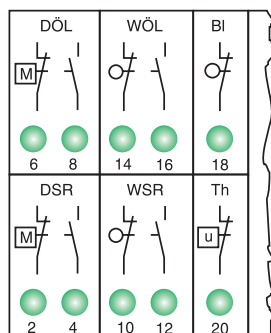

Рисунок 16
- Если привод достигает конечного положения "ЗАКРЫТО", желтая лампочка LED DSR НО (4; рис. 16) не загорается, поскольку концевые выключатели WSR, используемые для сигнализации, срабатывают раньше.
- При тестировании с помощью тестовой кнопки DOEL, зеленая LED DOEL НЗ (6; рис. 16) гаснет, а желтая LED D DOEL НО (8; рис. 16) горит. Одновременно зеленая лампочка LED WSR НЗ (14; рис. 16) гаснет без срабатывания выключателя.